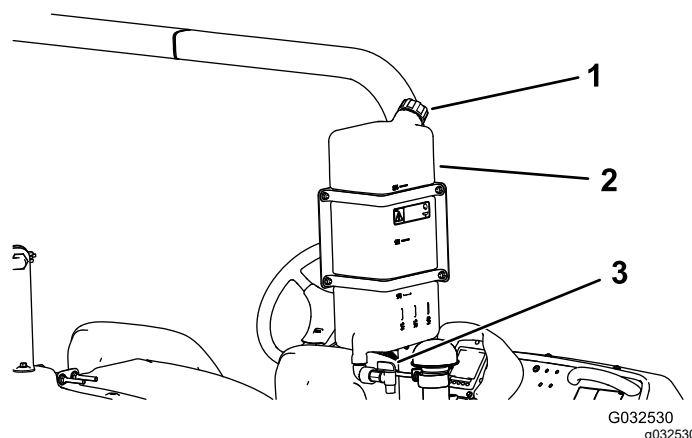

Figure 23
- Pour remplir le réservoir, dévissez le bouchon situé sur le dessus, remplissez-le d'eau douce puis revissez le bouchon en place (Figure 23).
- Pour ouvrir le robinet du réservoir d'eau douce, tournez le levier sur le robinet (Figure 23).